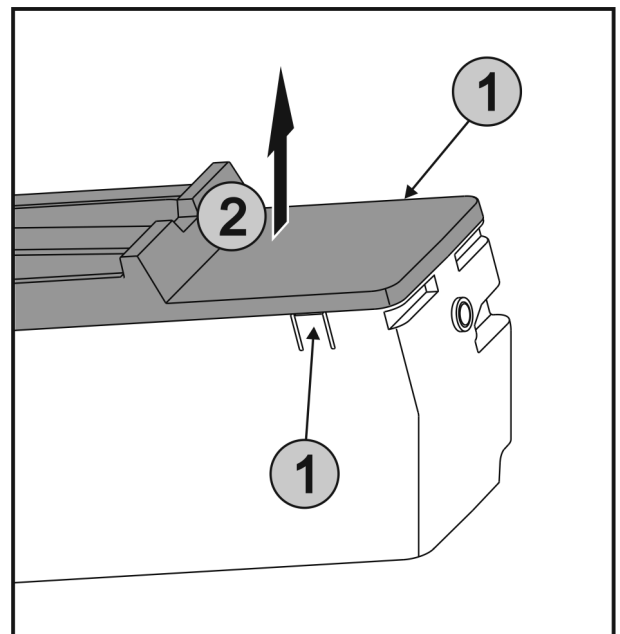

Fig. 21
- Laschen Fig. 21 (1) an den beiden Seiten von EasyTwist-Ice gleichzeitig drücken und die Abdeckung Fig. 21 (2) nach oben entnehmen.